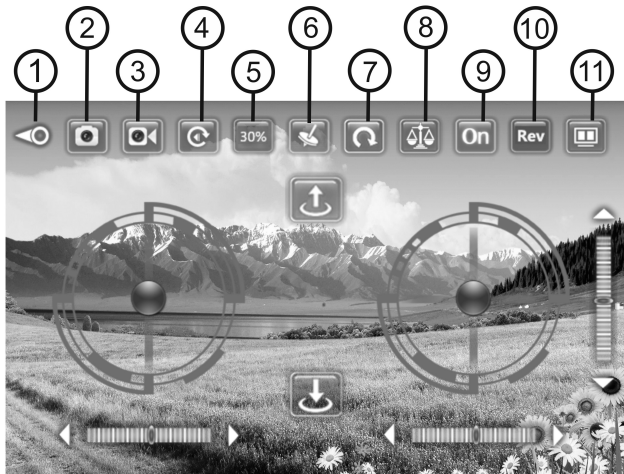
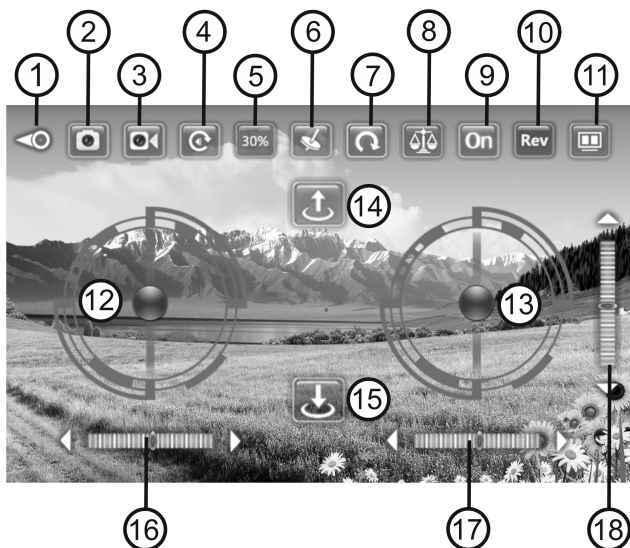

Figura 14
Figura 15 (descrizione dei simboli 1 - 11 vedere figura 14)
→ Il "binding" dei due apparecchi è stato eseguito correttamente se sul quadricottero i LED dei pattini diventano fissi e il LED sulla parte inferiore del telaio lampeggia. Sul display vengono visualizzati gli elementi di controllo dell'app e anche l'immagine video della telecamera integrata nel modello. Selezionare "On" (vedere figura 14, pos. 9), per nascondere gli elementi di controllo.
Inoltre, prima o durante il funzionamento del quadricottero, è possibile scattare una foto selezionando il simbolo della fotocamera (figura 14, pos. 2) sul display dello smartphone oppure registrare un video selezionando il simbolo della videocamera (vedere figura 14, pos. 3)
→ L'app consente di creare immagini in serie. Sforando il simbolo corrispondente (figura 14, pos. 2) la telecamera si accende. Dopo aver rilasciato l'icona viene creata l'immagine. Per interrompere la registrazione video selezionare nuovamente il simbolo della videocamera (figura 14, pos. 3).
Dopo aver impostato la modalità di volo, è possibile visualizzare le immagini o i video direttamente sullo smartphone. A tale scopo, sul display selezionare l'icona appropriata (figura 14, pos. 4). Viene visualizzata una nuova immagine.
Dopo aver avviato l'app, sul display dello smartphone, oltre all'immagine delle videocamera, vengono visualizzati diversi elementi di controllo. Oltre ai già noti comandi per la videocamera (vedere figura 14, pos. 1 - 4) vengono visualizzati anche gli elementi di controllo di un trasmettitore del telecomando, così come il simbolo del decollo/atterraggio automatico (figura 15, pos. 12 - 18).
- Scegliere un punto di partenza adeguato per far decollare il quadricottero. Consultare a riguardo anche quanto riportato nei capitoli 11 e 12. Ora selezionare il simbolo del decollo automatico (14). I rotori si avviano e il modello si solleva da terra raggiungendo un'altezza di circa 1,5 metri.
→ I due elementi di controllo (figura 15, pos. 12 + 13) sul display rappresentano gli stick di controllo del trasmettitore del telecomando e possono essere azionati. Tenere in mano lo smartphone. Toccare con un dito (preferibilmente con il pollice) ogni "punto" e controllare il modello proprio come si fa con il trasmettitore del telecomando, come spiegato nei capitoli 11 e 12.
Nella configurazione base l'app è impostata su "30%" (figura 15, pos. 5). Questa percentuale corrisponde alla modalità Principiante (vedere anche il capitolo 11). Le funzioni di comando sono limitate.
È possibile utilizzare il simbolo della freccia (figura 15, pos. 7) per eseguire un loop (rotazione di 360°). Portare il quadricottero in volo stazionario a una distanza sufficiente dal pilota e dagli ostacoli e a un'altezza di almeno 1,5 metri. Selezionare il simbolo della freccia (figura 15, pos. 7). Infine spostare l'elemento di controllo destro in avanti/dietro/a sinistra o a destra (solo in una direzione!). Il modello esegue un loop in questa direzione. Questa funzione è simile a quella eseguita tramite il trasmettitore del telecomando. Per il controllo di questa funzione, consultare anche le istruzioni del capitolo 12.
Per controllare il modello tramite i sensori di posizione, eseguire prima le procedure di preparazione al decollo, descritte nel capitolo "Controllo tramite i comandi dell'app". Se questo processo viene eseguito correttamente, premere il simbolo della torre delle comunicazioni (figura 15, pos. 6) finché si illumina. In questo modo viene attivato il controllo tramite i sensori di posizione.
Tenere in mano lo smartphone in posizione orizzontale. Per partire, utilizzare il simbolo della partenza automatica (figura 15, pos. 14). Il quadricottero si solleva in avanti rispetto all'utilizzatore. È possibile regolare l'altezza e la rotazione attorno all'asse sul display tramite l'elemento di controllo sinistro (figura 15, pos. 12).